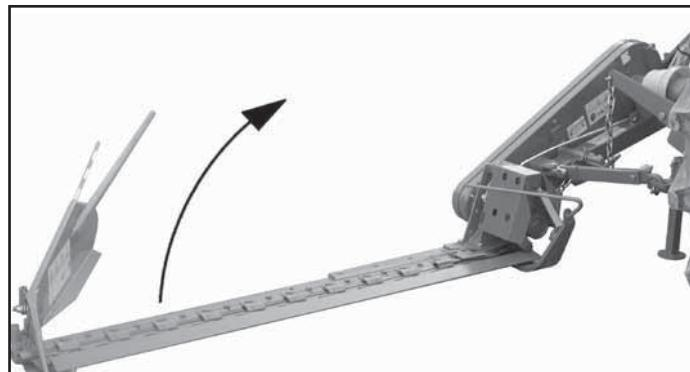

Fig. 53
- Alzare la barra falciante (Fig. 53).